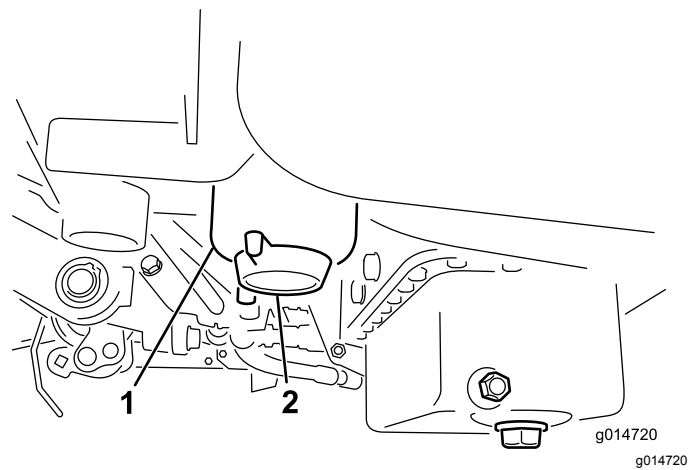

Bild 30
3. Öffnen Sie den Ablassschraube am Kraftstofffilter um ungefähr eine Umdrehung und lassen angesammeltes Wasser ablaufen (Bild 30).